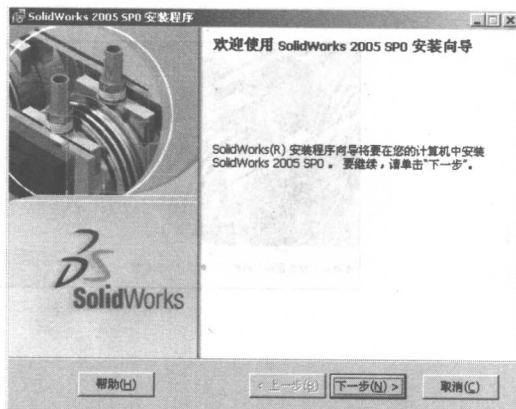

图 1-1
1. 在 SolidWorks 主安装程序欢迎界面中，单击（下一步）按钮，如图 1-1 所示。